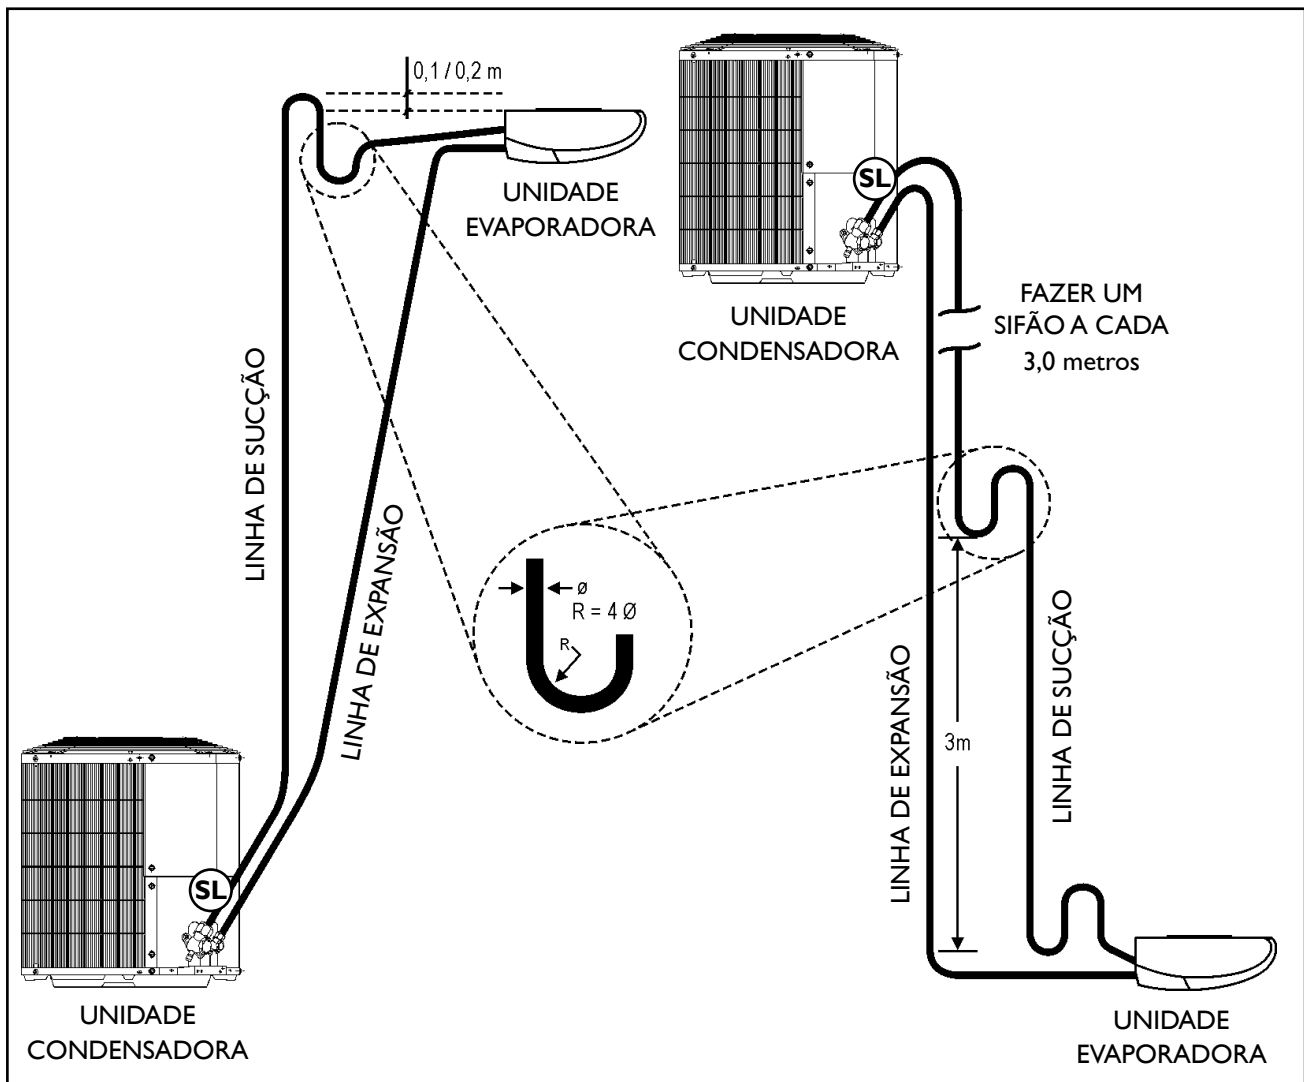

Figura 32 - Instalação linhas longas
- 2º Elevar a linha de expansão acima da unidade condensadora antes de ir para a unidade evaporadora (0,2m), quando a unidade evaporadora estiver abaixo da unidade condensadora. Ver figura 32.
- 3º Elevar a linha de sucção acima da unidade evaporadora antes de ir para a unidade condensadora (0,2m), quando a unidade evaporadora estiver acima ou no mesmo nível da unidade condensadora. Ver figura 32.
- 5º Fazer sifões nas subidas da linha de sucção, quando aplicado, a cada 3,0m incluindo a base. Caso o desnível seja menor que 3m faça apenas na base. Ver figura 32.
- 6º Inclinær as linhas horizontais de sucção no sentido do fluxo. Ver figura 32.
- 8º O procedimento de vácuo deve ser especialmente bem feito; definir a carga de refrigerante através da medição do superaquecimento (sub-item 6.8).
9º Deve ser instalado um separador de líquido (isolado termicamente e da radiação - que poderá ficar fora da un. externa), na sucção junto a entrada da un. condensadora, com capacidade volumétrica de retenção de líquido refrigerante como indicado na tabela abaixo. Veja a posição conforme a indicação SL na figura 32.